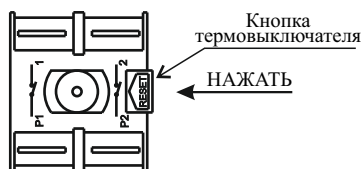

Рисунок 1 - Лицевая панель термовыключателя
- & Термовыключатель без самовозврата служит для предохранения ЭВН от перегрева и отключает его от сети до достижения водой температуры кипения (лицевая панель термовыключателя показана на рис.1).